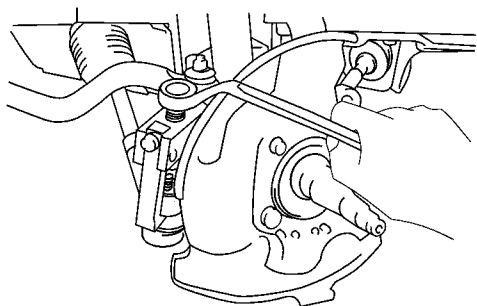

图 14-55 脱开转向横拉杆
(1) 拆下前桥壳。
(2) 脱开转向横拉杆。拆下开口销和螺母，使用球窝节拆卸工具从转向节臂脱开转向横拉杆，如图 14-55 所示。
(3) 拆下转向节臂和制动器防尘罩（盘式制动器）。拆下两个开口销、两个螺母和转向